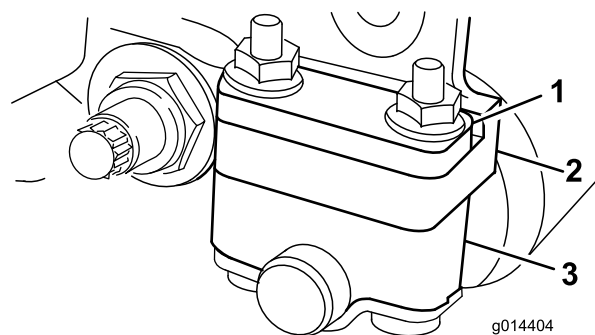
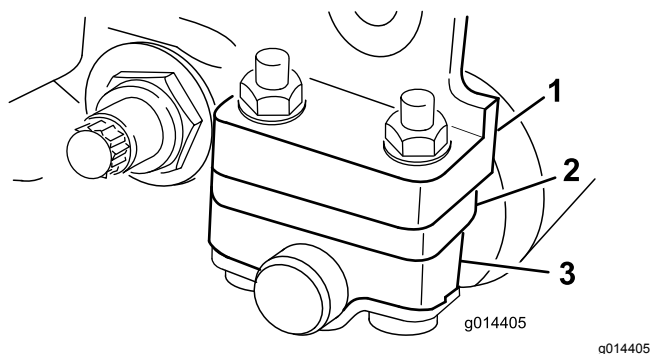

Figure 6
Figure 7
Selon la hauteur de coupe désirée, vous devrez placer les supports de rouleau arrière (Figure 6 ou Figure 7) en position haute ou basse :
- Placez l'entretoise au-dessus de la bride de fixation de la plaque latérale (réglage d'usine) lorsque les hauteurs de coupe sont comprises entre 1,6 et 6,4 mm (Figure 6).
de coupe sont comprises entre 3 et 25 mm (Figure 7).
4. Placez les entretoises sur les vis au-dessus ou au-dessous des supports de rouleau, selon le cas (Figure 6 ou Figure 7).